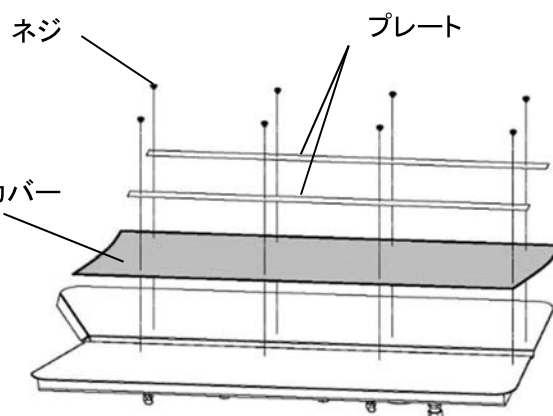

図 1
- ① 下コテに、バキュームカバーを図1のようにプレートとともにネジで留めてください。